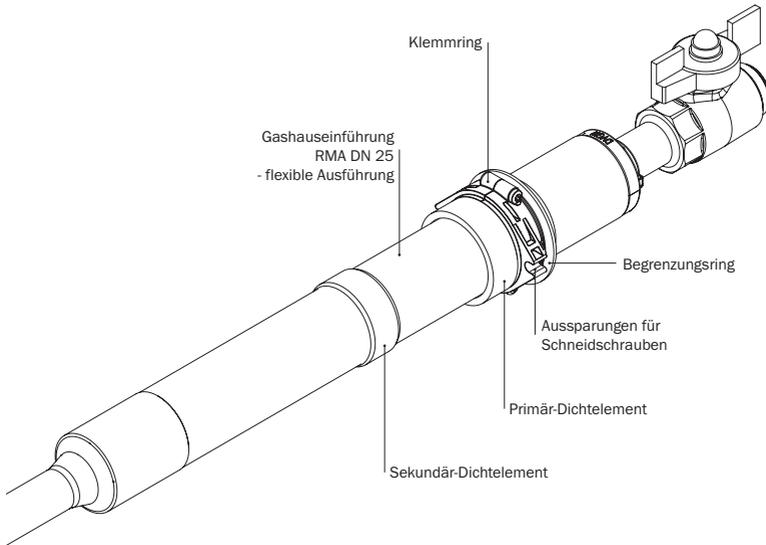

Abbildung 25.8: Montageset Verdreh- und Ausreißsicherung für RMA Gashauseinführung DN 25 (flexible Ausführung)
- Für eine ordnungsgemäße Installation der Gasleitung muss das unter Abschnitt 23 beschriebene Montageset an der Gashauseinführung RMA DN 25 (flexible Ausführung) wie in der folgenden Abbildung dargestellt angebracht werden (s. Abbildung 25.8):